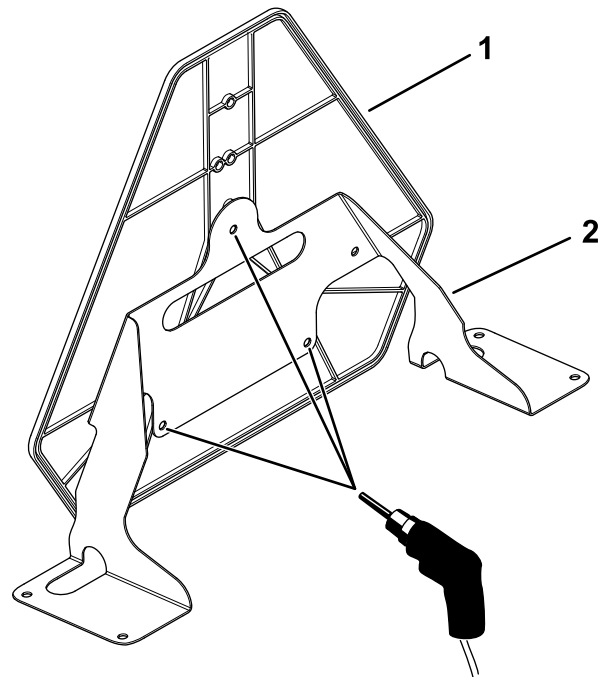

Figura 21
7. Usando el soporte del marcador como plantilla, perfora 3 orificios ($5/16''$) en la señal de vehículo lento (Figura 21).